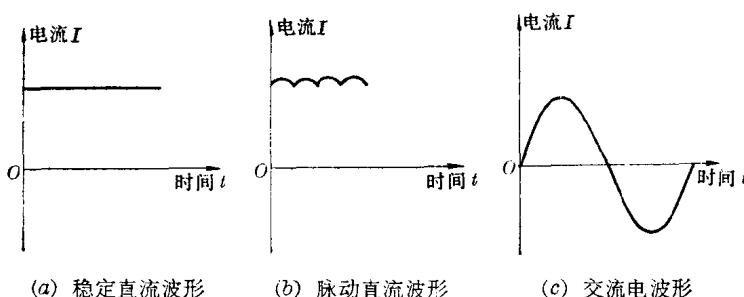

图 1-1
1. 直流电——电流的方向固定不变的，叫做直流电。电流的方向不变，大小也不变的，叫做稳定直流，如图 1-1(a) 所示。方向不变，而大小随时间改变的，叫做脉动直流，如图 1-1(b) 所示。
2. 交流电——电流的方向和大小随时间作周期性变化的，叫做交流电，如图 1-1(c) 所示。